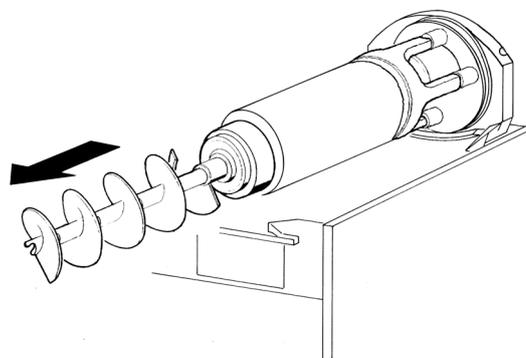

Bild 9
**3** Zuerst die äußere (3) und dann die innere Schnecke (Bild 9) aus dem Verdampfer herausziehen.